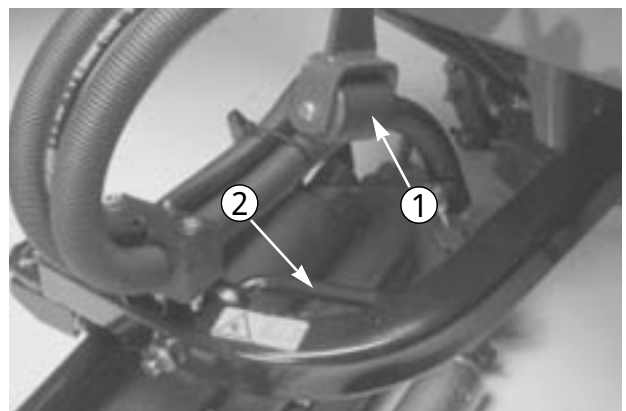

図 12
12. 後部昇降アームのロックアップ・ローラの調整を確認する（図12）。カuttingユニット完全上昇状態でロックアップ・レバーに当たってカuttingユニットを支持するのが正しい状態である。